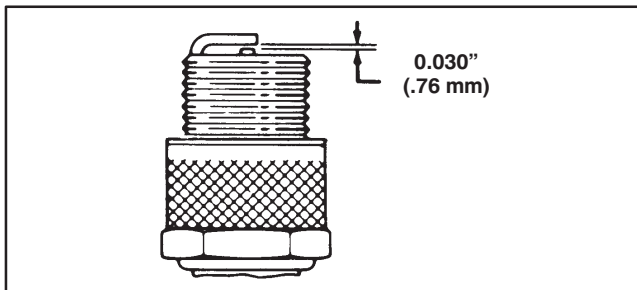

Abbildung 18
3. Elektrodenabstand auf 0.76 mm einstellen (Abb. 18). Richtig eingestellte Zündkerze und Dichtung einsetzen. Zündkerze mit einem Anzugsmoment von 19 N·m festziehen.